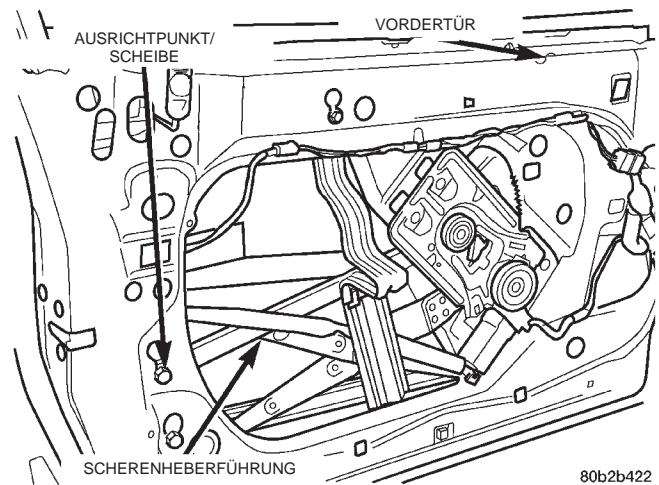

Abb. 108 Ausrichtung der Scheibe/Vordertür
- (1) Türverkleidung abbauen.
- (2) Wasserschutzfolie nach Bedarf abziehen.
- (3) Befestigungselement lösen, mit dem der Scherenheber am Türblech hinter der Zugangsöffnung befestigt ist (Abb. 108).
- (4) Scheibe in der umlaufenden Gummidichtung so positionieren, dass eine korrekte Ausrichtung und Funktion sichergestellt ist.
- (5) Scheibe nach hinten schieben und mit leichtem Druck auf die Scherenheberführung nach unten drücken. Schraube festziehen.
- (6) Alle Befestigungselemente festziehen.
- (7) Wasserschutzfolie einsetzen.
- (8) Türverkleidung anbauen.